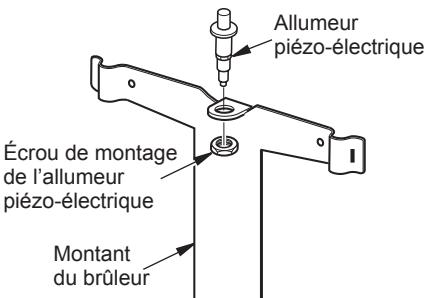

Figure 1 - Installation de l'allumeur piézo-électrique
- Engagez l'allumeur piézo-électrique dans le montant du brûleur comme l'illustre la figure 1. Serrez l'écrou de fixation de l'allumeur piézo-électrique. Ne serrez pas l'écrou trop fermement.